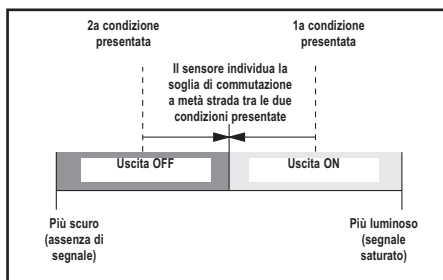

Figura 3. Modalità TEACH statica (in figura, modalità luce)
- Individua una singola soglia di commutazione (punto di commutazione) nella posizione ottimale tra le due condizioni presentate, una delle quali determina un'uscita ON mentre l'altra un'uscita OFF (vedere Figura 3)